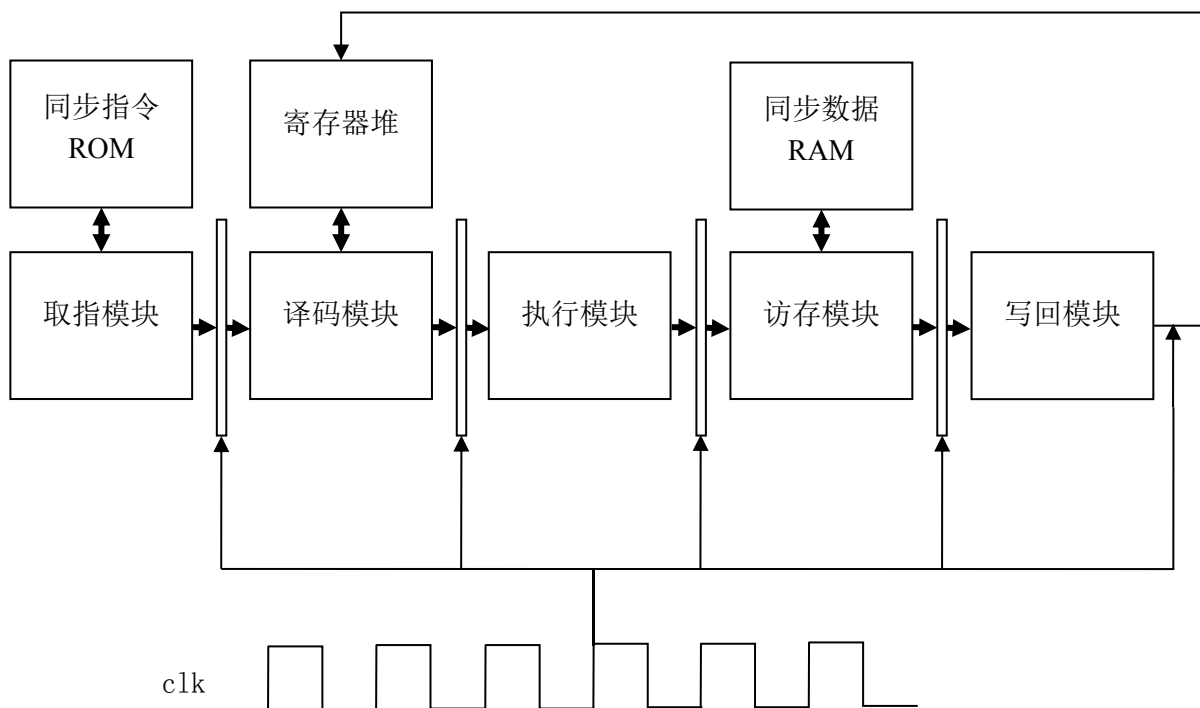

图 9.2 静态 5 级流水 CPU 的大致框图
2. 本次课程设计的设计框图基本同多周期 CPU 实验的设计框图。需要注意 5 个部件都是同时运转的，但对每条指令而言，依然是依次工作的，见图 9.2。
4) 在多周期 CPU 实验的设计框图的基础上，完善课程设计的设计框图，即补充完善图 9.2；